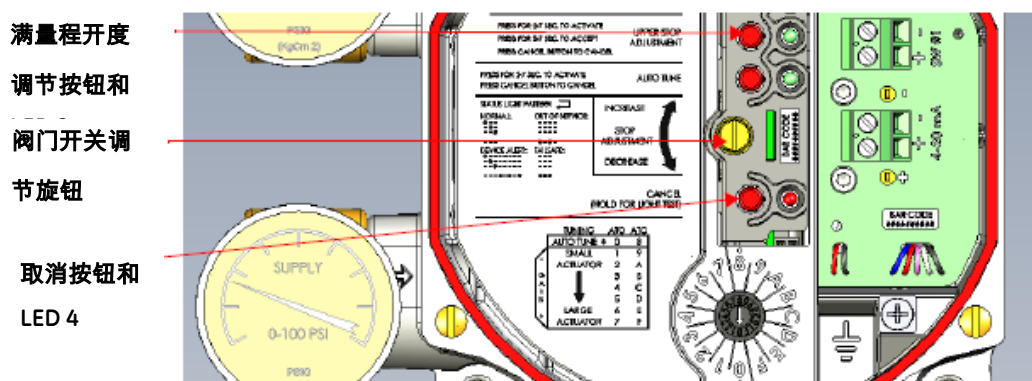

图 20 阀门开关调节旋钮
2. 通过 阀门开关调节旋钮 将阀门移动到预期位置（图 20）。